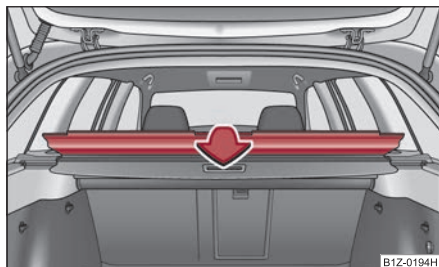

Fig. 102 Plegado de la cubierta del compartimento guardaoobjetos
- Pliegue la cubierta del compartimento guardaoobjetos detrás de los asientos traseros ⇒ fig. 102.